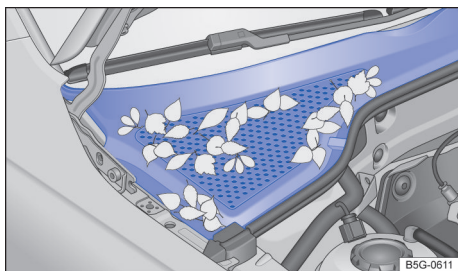

Fig. 201 Entre el compartimento del motor y el parabrisas: caja de agua (representación esquemática).
- La caja de aguas está ubicada en el compartimento del motor, entre el parabrisas y el motor, y bajo una cubierta perforada → fig. 201. El aire ambiente es aspirado de la caja de aguas al interior del vehículo por medio del sistema de calefacción y ventilación o del aire acondicionado.